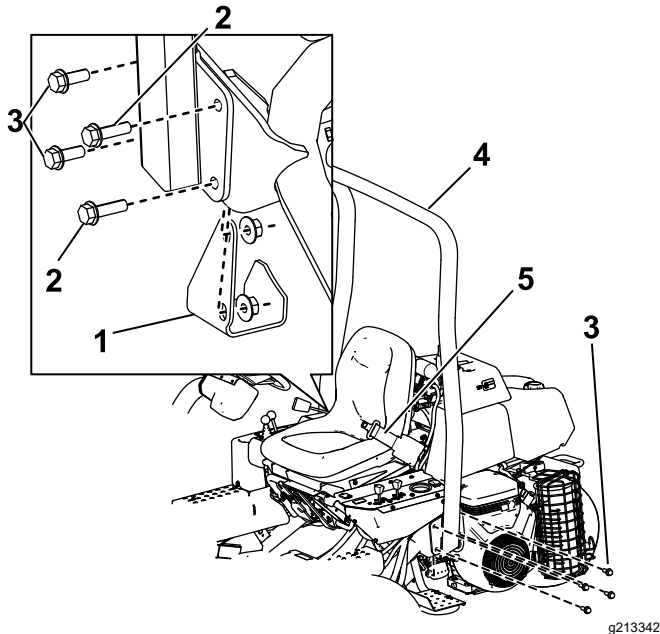

図 4
2. ROPS バー **図 4** を、取り付けブラケットにセットして取り付け穴をそろえる。
3. ROPSの左側を取り付けブラケットに固定するボルト $\frac{1}{2}$ " x $1\frac{1}{2}$ " 4本とロックナットを使用する **図 4**。
5. ROPSバーの右側、および先ほど取り外したジャッキパッドを、取り付けブラケットに固定するボルト $\frac{1}{2}$ " x $1\frac{1}{2}$ " 2本、ボルト $\frac{1}{2}$ " x $1\frac{1}{4}$ " 2本、ロックナットを使用し、**図 4** に示すように取り付ける。